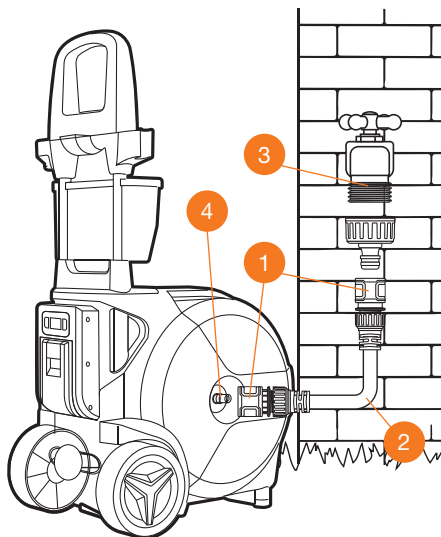

Рис. 12
- Наденьте быстросъемные коннекторы **1** на концы шлангов **2** (Рис. 12).